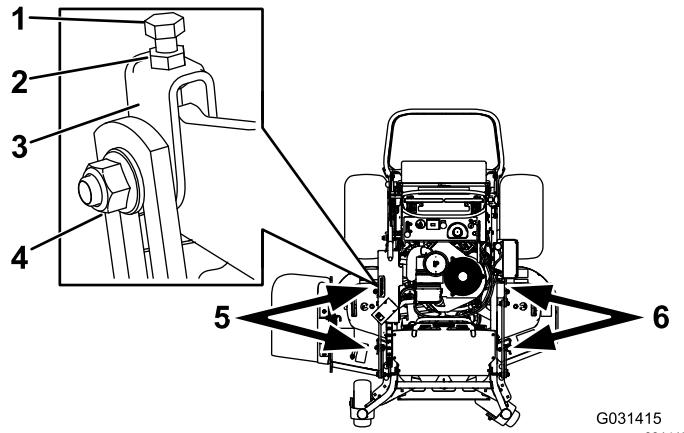

Figura 88
- Allentate il dado laterale e il controdado nelle forcelle che desiderate regolare (Figura 88).
- Ruotate il bullone superiore delle forcelle per regolare l'altezza del piatto di taglio (Figura 88).